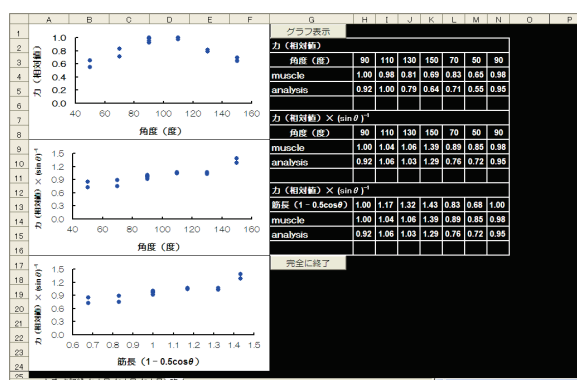

図 4: 実験 1 結果の表示 (実際の画面)
- 2 人分のデータをまとめたグラフが表示される (図 4)。